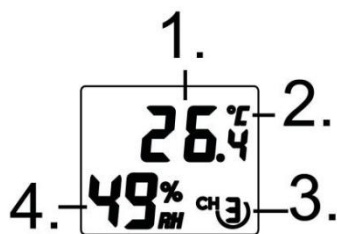

Figur 4
3. **FØR** du indsætter batterierne, skal du finde skydekontakterne på indersiden af låget på senderen (Figur 4).